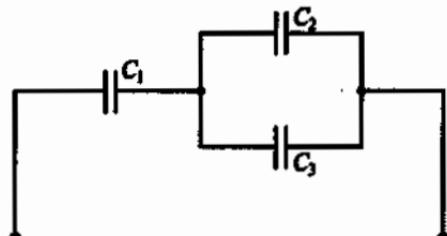

Рис. 3
1.6. Какова эквивалентная емкость батареи конденсаторов на рис. 3, если $C_1 = 40 \text{ мкФ}$, $C_2 = 20 \text{ мкФ}$, $C_3 = 20 \text{ мкФ}$?